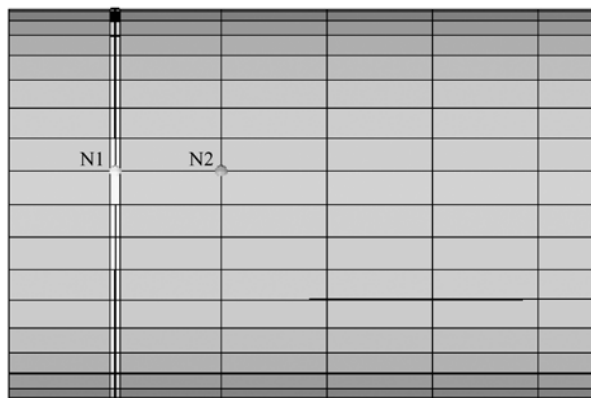

图 7-10 N1、N2 的位置
- (11) 单击 `return` 按钮退出。
- (12) 选择 `Tool>translate`, 通过 `translate` 功能创建其他机身框的 `CBAR` 单元。
- (13) 在左上角处的黄色框区域, 通过倒三角下拉菜单选择 `elems`, 把 `translate` 的方向切换为 `N1`、`N2`、`N3`, 把 `translate` 的距离切换为 `magnitude=N2-N1`。
- (14) 选中 (8) ~ (10) 步所创建的所有 `CBAR` 单元, 然后选择 `elems>duplicate>original comp`。
- (15) `N1`、`N2` 的位置如图 7-10 所示, `N1` 为第二排节点的一节点, `N2` 为第三排节点的一节点, `N1`、`N2` 在同一水平线。这表示移动的方向为 `N1-N2` 方向, 移动的距离为 `N1` 到 `N2` 的距离。